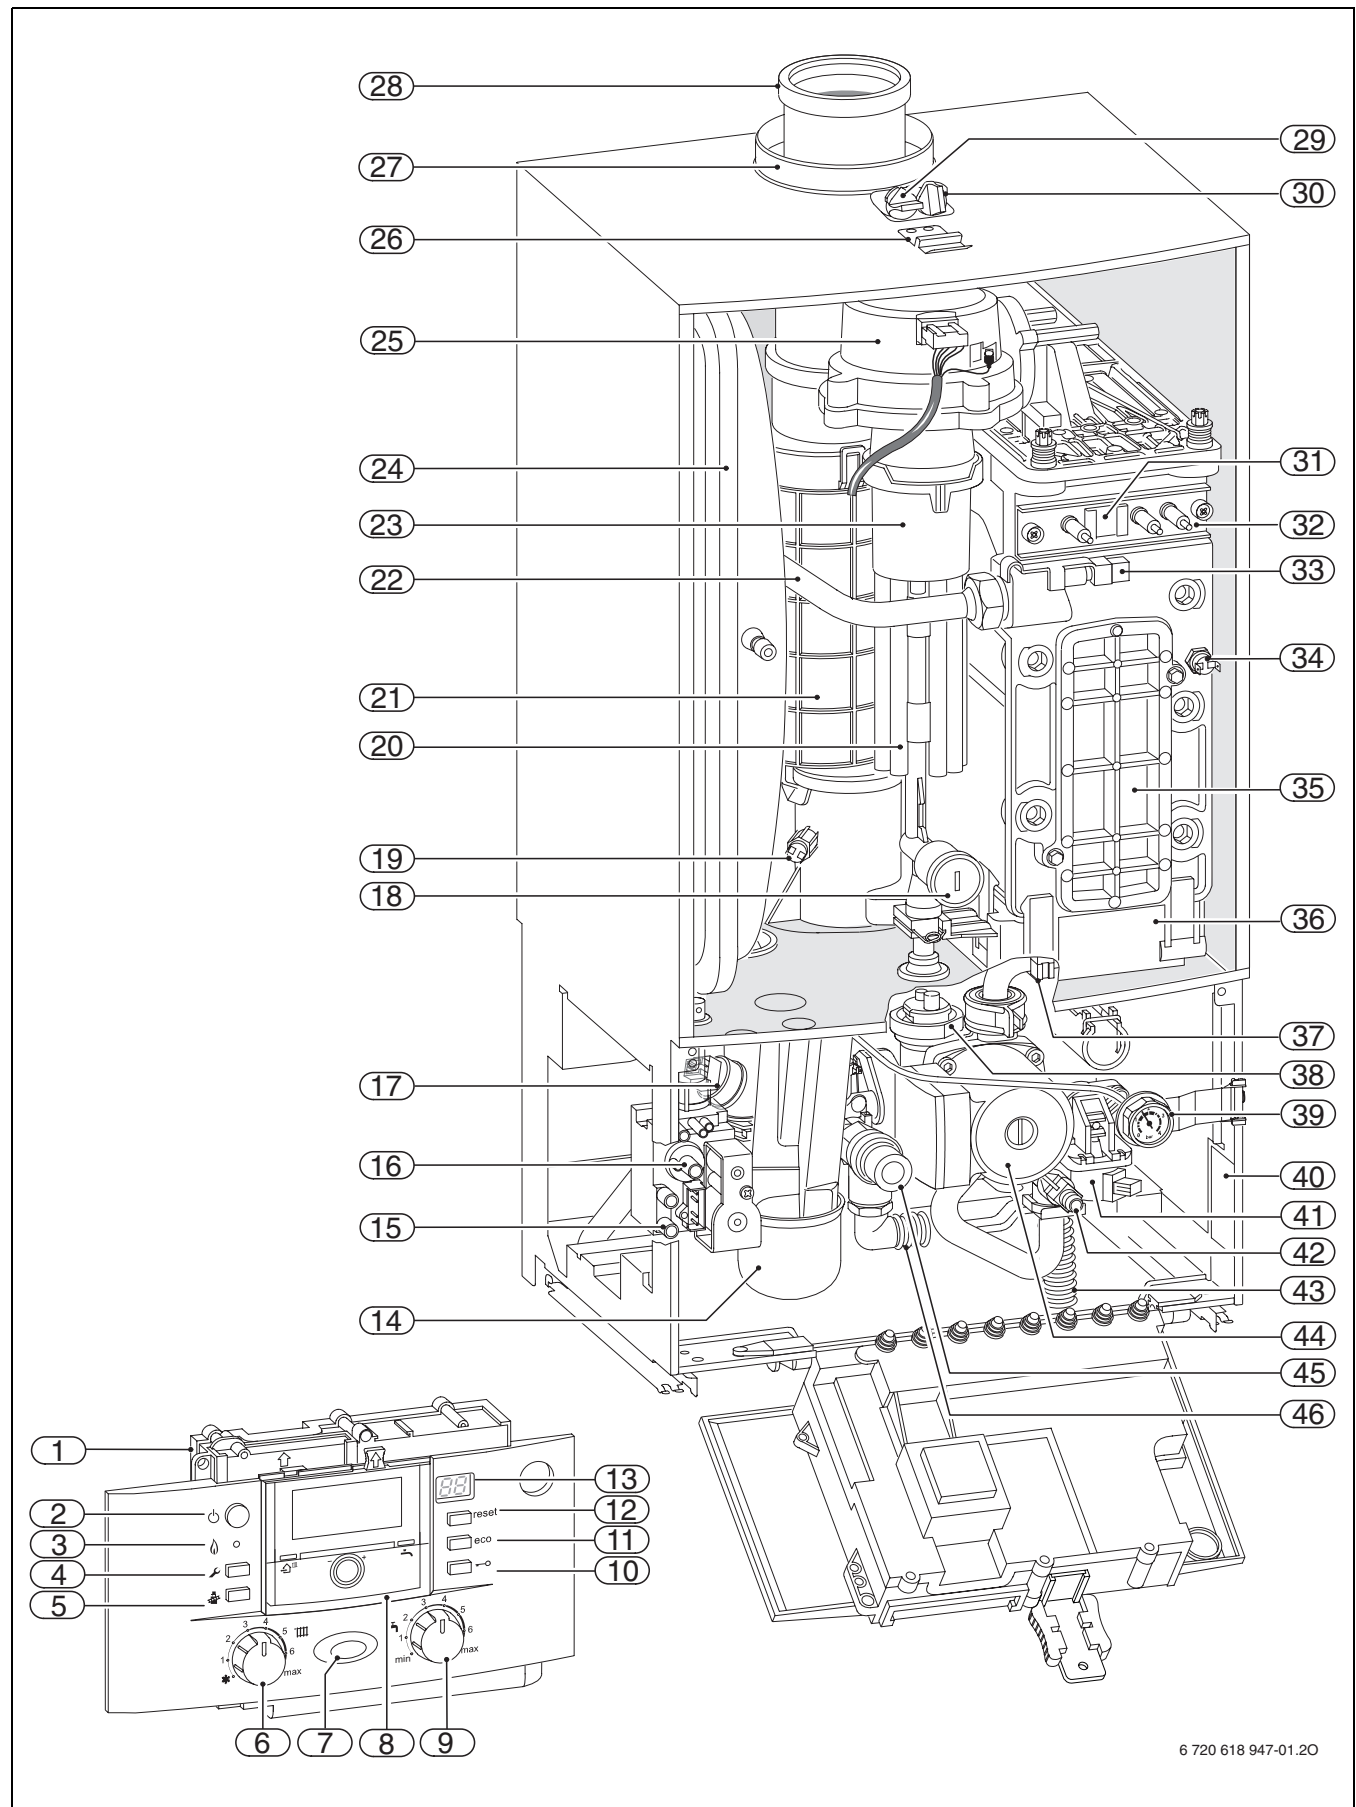

Bild 3
Das Typschild (→ Bild 3, [40]; Bild 4, [39]) befindet sich innen rechts unten am Gerät.
**Legende zu Bild 3:**